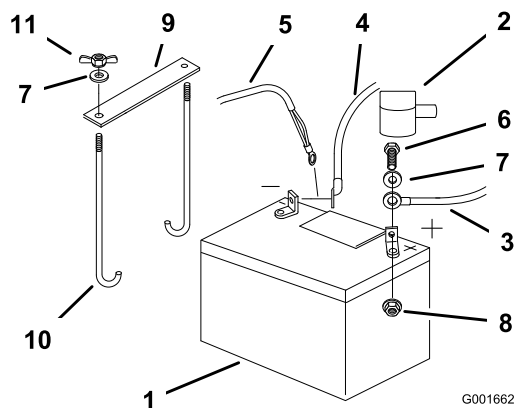

Figura 42
4. Primero desconecte el cable negativo de la batería y el cable de tierra del borne negativo (-) de la batería (Figura 42).
5. Retire la cubierta de goma roja del borne positivo (rojo) de la batería. Luego retire el cable positivo (rojo) de la batería (Figura 42).
6. Retire ambas tuercas de orejeta (1/4 pulgada) que fijan la brida de la batería (Figura 42).
1. Coloque la batería en la bandeja, con los bornes hacia el motor (Figura 42).
4. Sujete los cables con 2 pernos (1/4 x 3/4 pulgadas), 2 arandelas (1/4 pulgada), y 2 contratuercas (1/4 pulgada) (Figura 42).
6. Fije la batería con pernos en J, una brida de sujeción y 2 arandelas (1/4 pulgada), y 2 tuercas de orejeta (1/4 pulgada) (Figura 42).